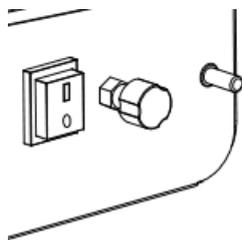

Figure 3
- f. Réglez la flamme et la puissance en tournant le bouton de réglage dans le sens inverse des aiguilles d'une montre pour augmenter ou dans le sens des aiguilles d'une montre pour diminuer. (Figure 3).